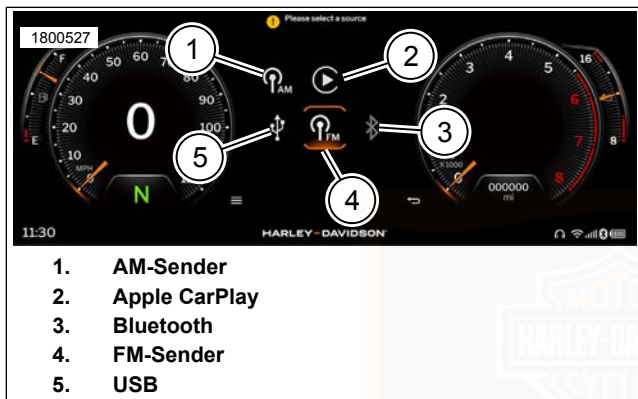

Abbildung 64. Quelle auswählen
Siehe Abbildung 64. Die gewünschte Medienquelle durch Drücken der OK/Eingabe-Taste (5) am LHCM oder Antippen des Symbols auf dem Bildschirm auswählen.